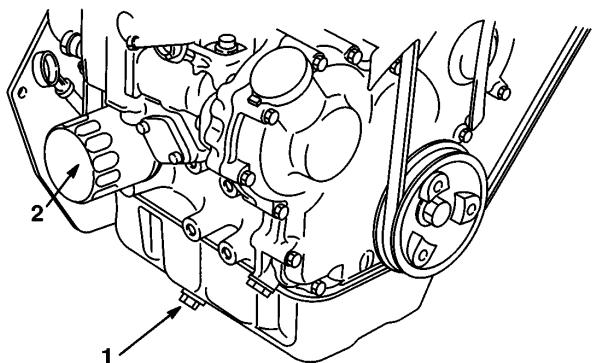

Abbildung 28
4. Eine Schale unter die Ölableßöffnung stellen. Die Abläfsschraube herausdrehen und das Öl vollständig ablaufen lassen (Abb. 28).